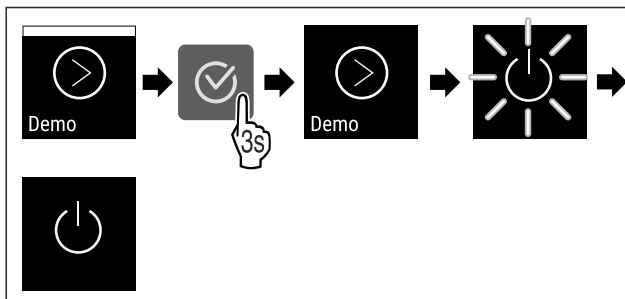

Fig. 101
- ▶ Følg anvisningene (se Fig. 101) .